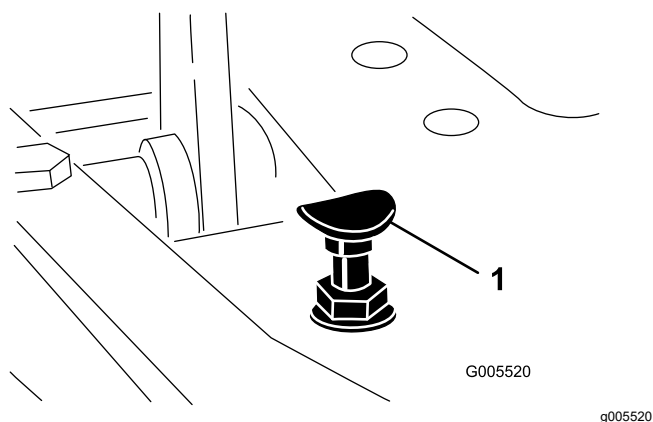

Figura 43
Per ottenere la velocità massima di trasferimento mettete la leva di comando delle funzioni in posizione di TRASFERIMENTO e premete il pedale di trazione. Se il pedale tocca il fermo (Figura 43) prima che avvertiate la tensione sul cavo, effettuate la seguente procedura di regolazione:
1. Spostate la leva di comando delle funzioni in posizione di TRASFERIMENTO e allentate il dado di bloccaggio che fissa il fermo del pedale alla piastra di appoggio (Figura 43).